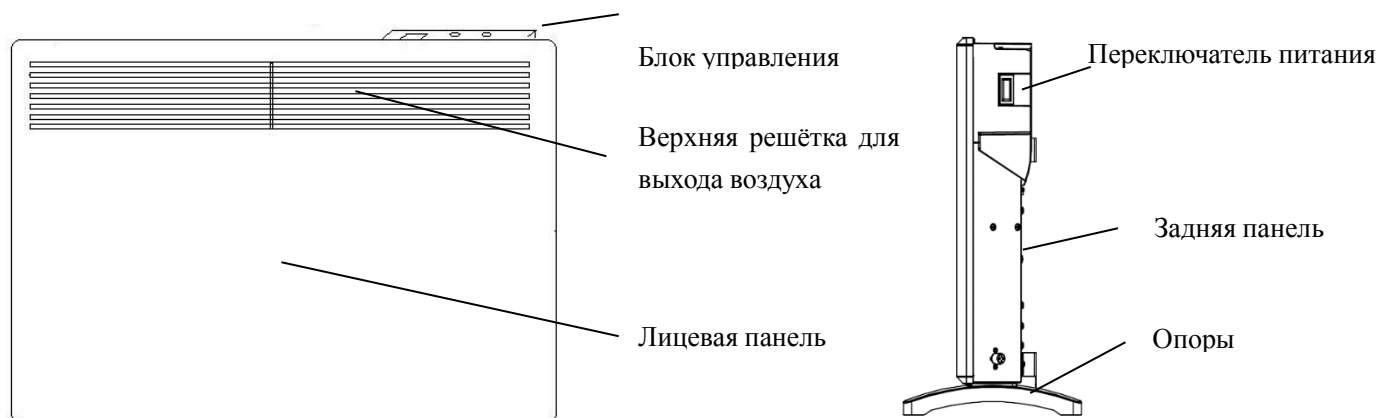

Рис.1
1. Переведите переключатель питания конвектора (Рис.1) в положение «I» (включено).